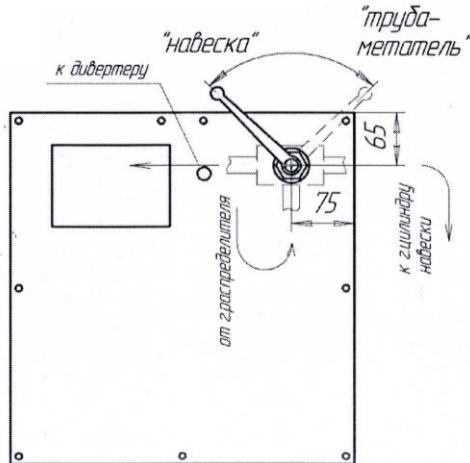

Рисунок 5. Схема расположения трехходового крана
- в крышке по указанным размерам на схеме (рис. 5) просверлить отверстие Ø23 мм;